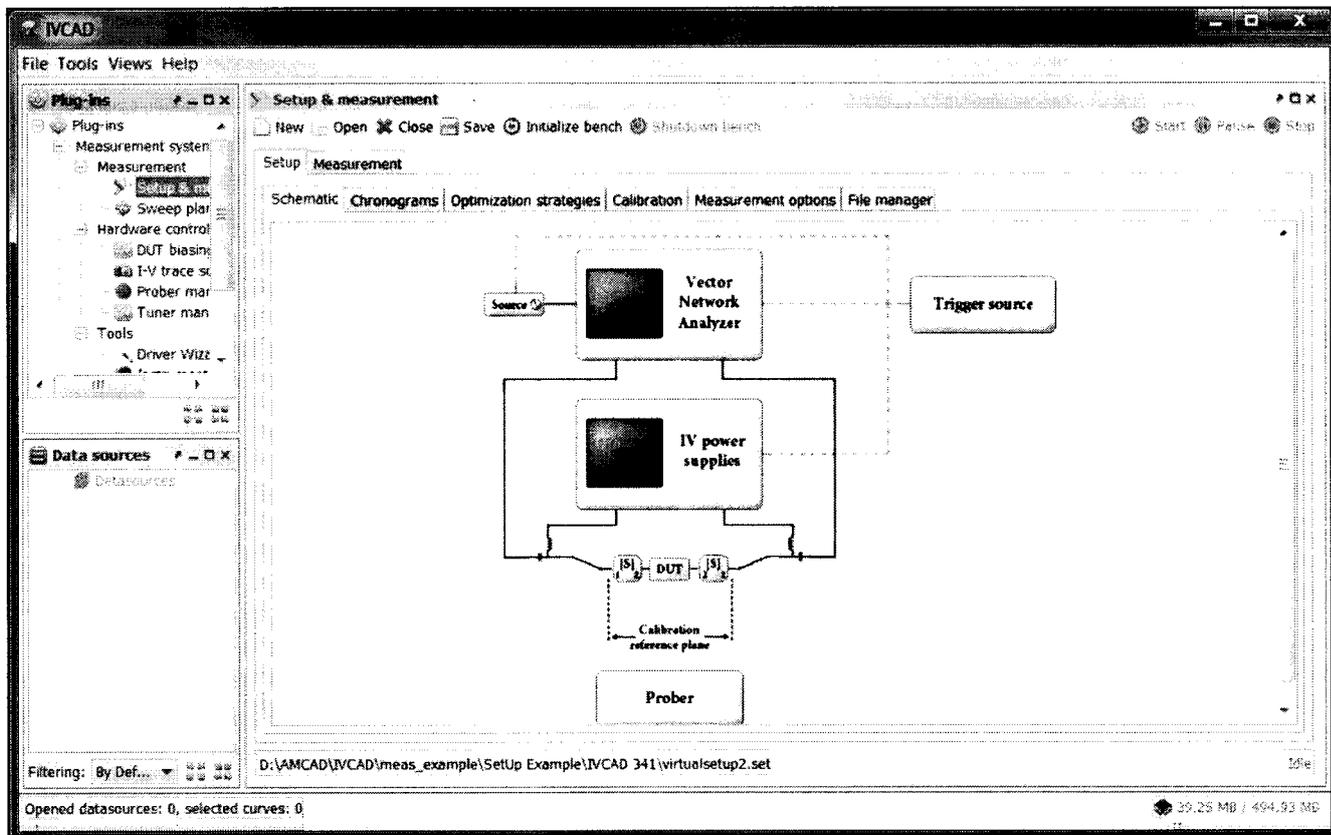

Рисунок 7.2.4 – Окно блок-схемы измерений (IVCAD, Setup & Measurement)
7.2.4 В окне блок-схемы измерений (рисунок 7.2.4) выбрать IV Power Supplies.